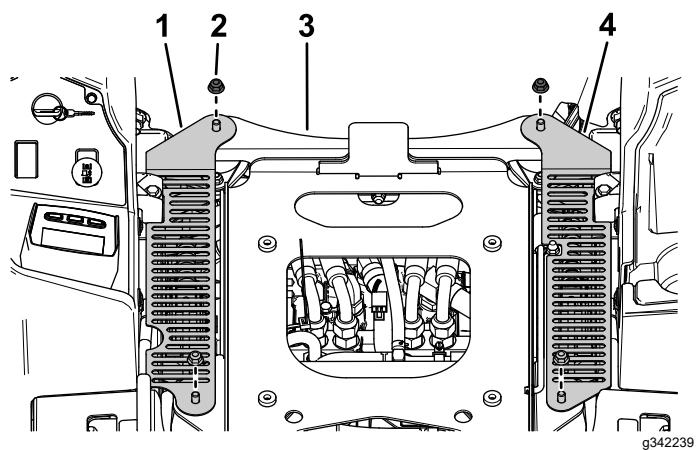

Рисунок 26
3. Зафіксуйте ліву кришку СЕ та праву кришку СЕ до опори сидіння із використанням раніше видалених 4 фланцевих гайок (3/8 дюйма), як вказано на Рисунок 26.